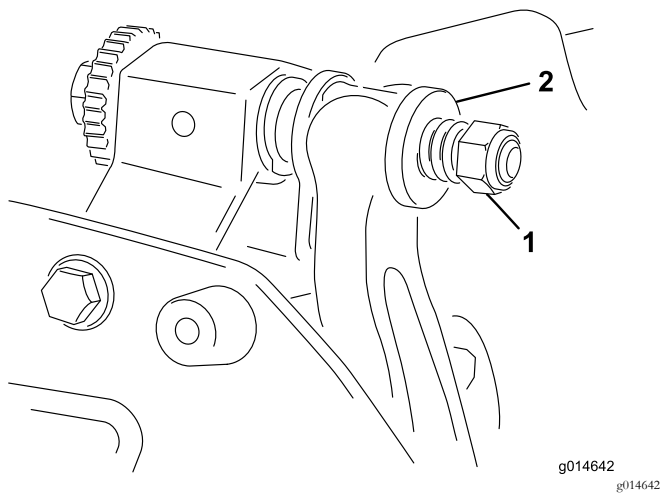

图25
5. 旋紧弹簧加压螺母直到弹簧完全压紧然后往回松开 1/2 圈 (图25)。